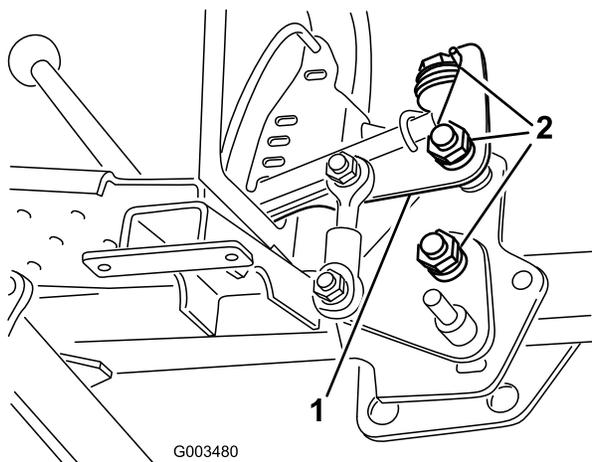

图 4
**注意** 如果升降手柄太松或太紧请拧紧或松开手柄升降枢轴上的锁紧螺母图 4。